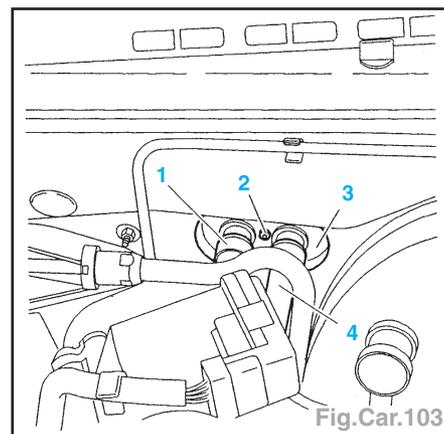

Fig.Car.103
- Pincer les durits (1) et (4) ; à l'aide des outils [1] (Fig.Car.103)